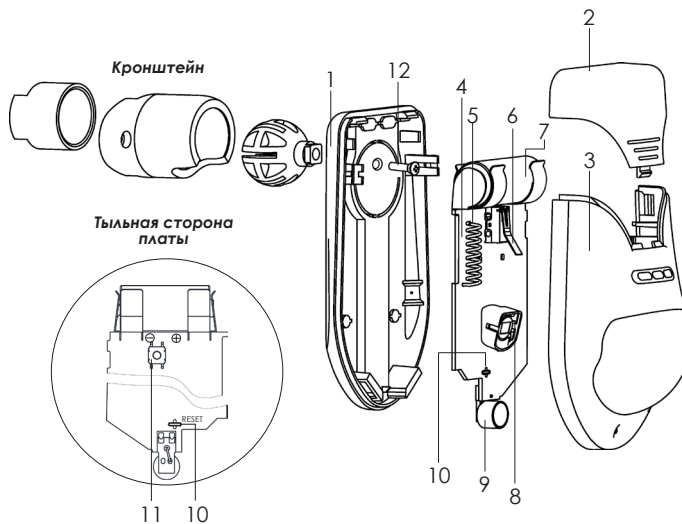

Рисунок 3 – Конструкция датчика
9.2 Вскройте корпус датчика, сдвинув верхнюю панель (лючок рис.3, поз.2).